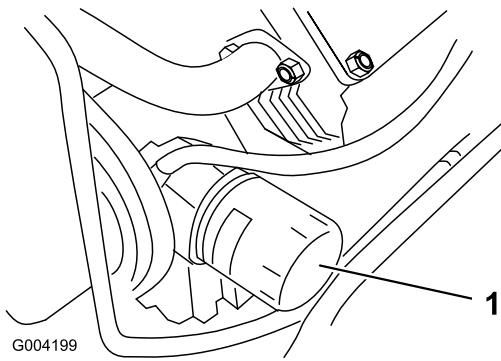

Figura 33
- Retire el filtro usado (Figura 33) y límpie con un paño la superficie de la junta del adaptador del filtro.